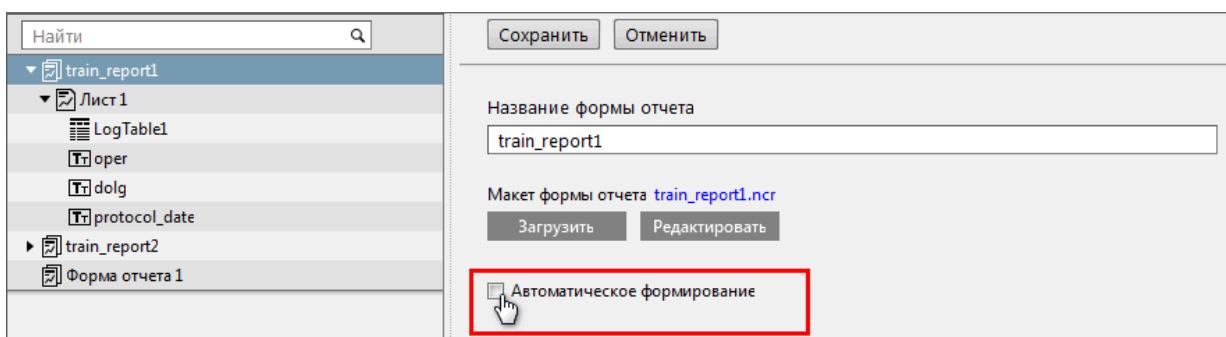

Рисунок 166 - Автоматическое формирование
6. На вкладке **Отчеты** у выбранного для автоматической отправки отчета выделите **Автоматическое формирование** (Рисунок 166).